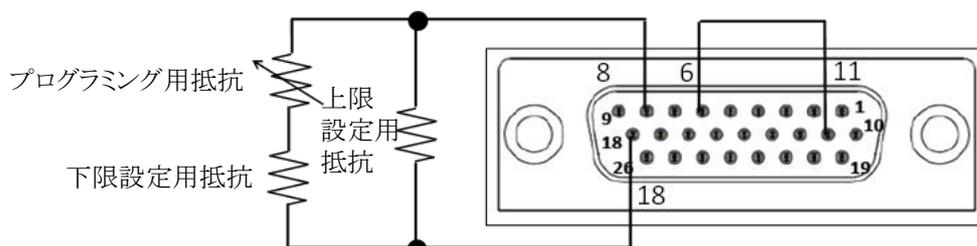

図9-5 外部抵抗接続による出力電力のリモートアナログプログラミングの接続
2. 図9-5に示すようにJ1コネクタの配線を行い、ACパワースイッチをONにしてください。